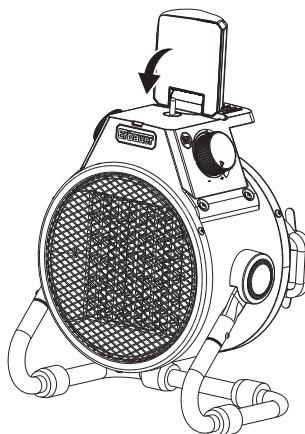

Figura 4
3. Reposicione a lanterna no meio da base e feche a aba completamente para desligar a lanterna, como na figura 4.